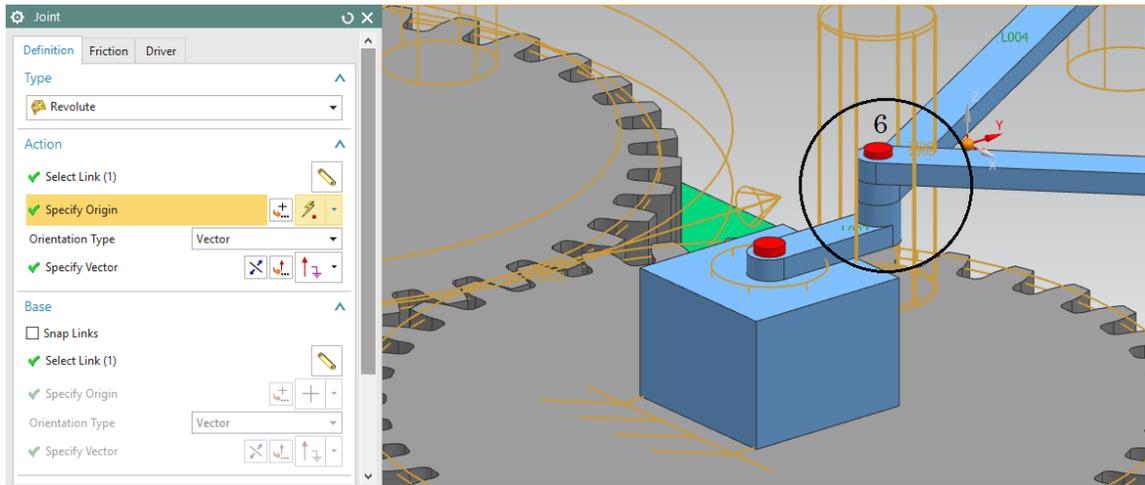
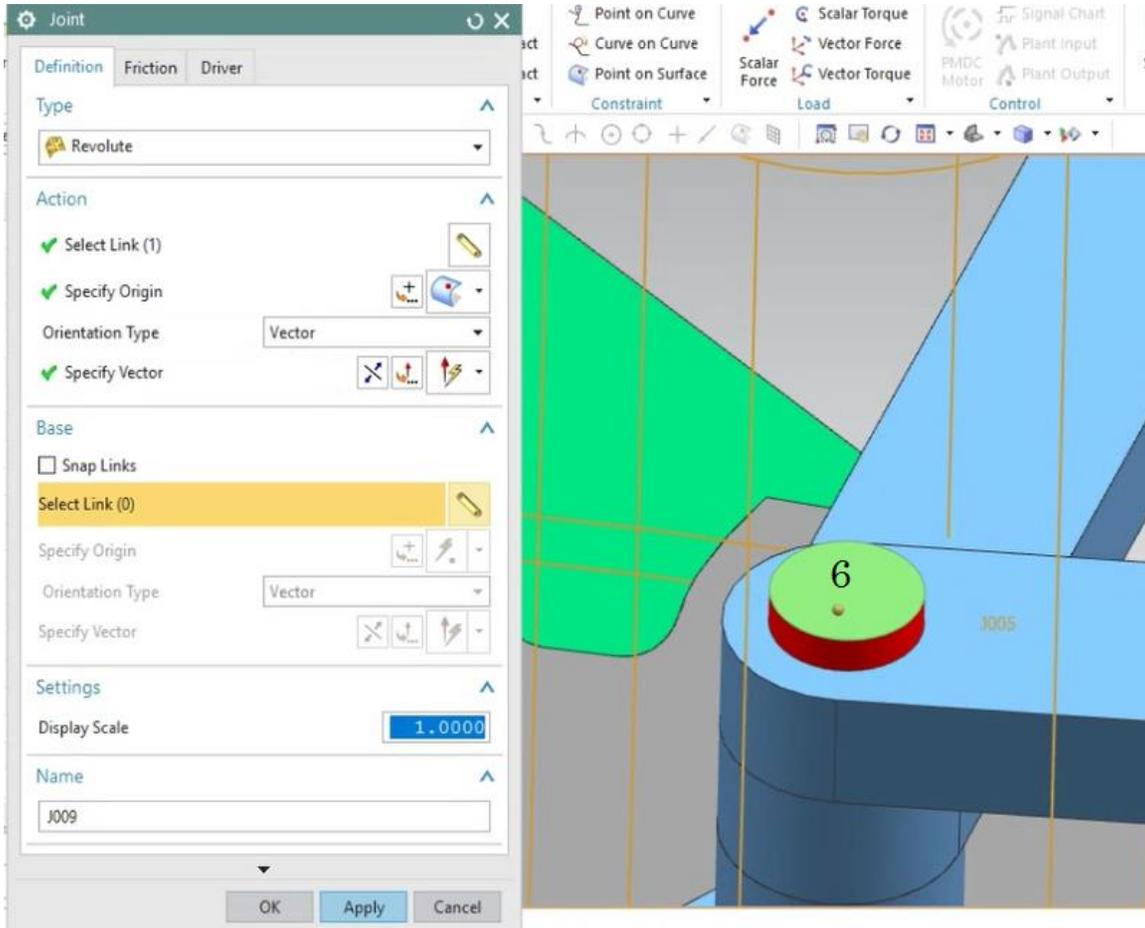

Figura 1.2.19 Origen de articulación 8.
Figura 1.2.20 Eslabón de articulación 8.
- En la ribbon bar, posicionarse en la pestaña **Home**, seleccionar la opción **Joint** (Figura 1.2.11) se realizarán 9 selecciones (Figura 1.2.12 - Figura 1.2.20), mantener el nombre predeterminado y en la sección de **Specify Vector** seleccionar el eje z, al finalizar cada una dar click en **Apply**.
Joint 8: Seleccionar Link L002 en **Select>Select Link**, seleccionar (6) en **Specify Origin** y en **Base>Select Link** seleccionar Link L004 (Figura 1.2.19 y Figura 1.2.20).